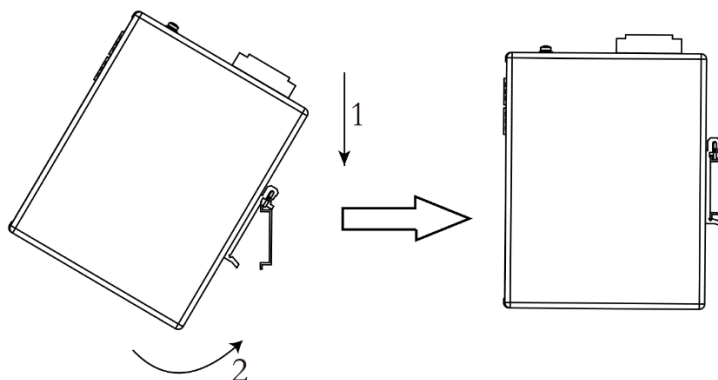

Рисунок 1 Установка устройства на DIN-рейку
2. Вставить верхнюю кромку DIN-рейки в монтажную рейку устройства (стрелка 1, рис. 1) и прижать коммутатор к DIN-рейке до щелчка (стрелка 2, рис.1).